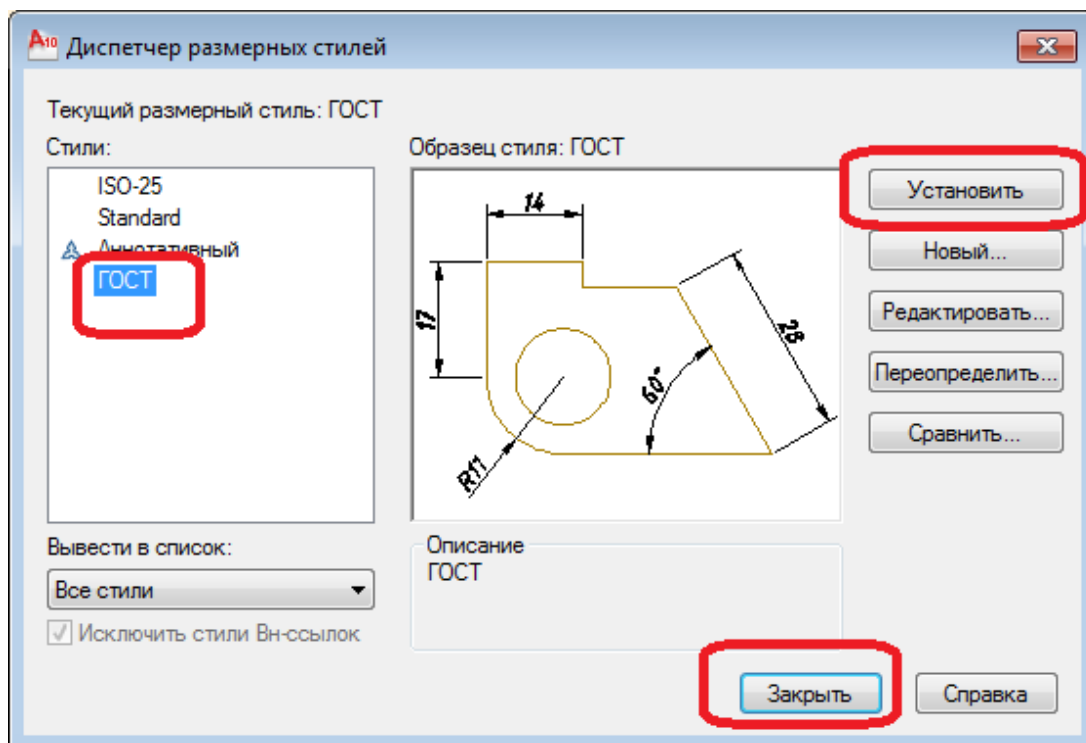

Рисунок 7.8
1.8. Сохранить размерный стиль, установить его текущим стилем – Панель " Диспетчер размерных стилей " – кнопка "Установить" (рис. 7.8).